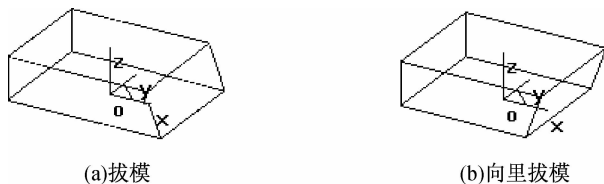

图 3-56 两种拔模
■ 向里:与默认方向相反,分别按照两个方向生成实体,如图 3-56 所示。